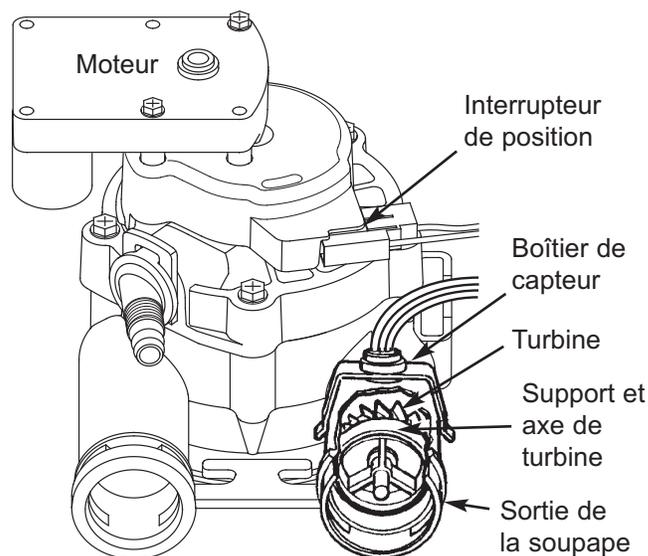

FIG. 43
**FONCTIONNEMENT DE LA TURBINE :** S'il n'y a pas d'eau qui s'écoule de l'adoucisseur, l'indicateur de la turbine affiche trois zéros. Lorsque l'eau s'écoule, un décompte de 000 à 199 s'affiche de façon répétitive pour chaque gallon (3,8 litres) d'eau traversant la turbine. Pour vérifier le fonctionnement positif de la turbine lorsque des zéros sont affichés, ouvrez un robinet d'eau adoucie à proximité et observez le décompte de la turbine. Si l'affichage n'indique pas de valeur lorsqu'un robinet est ouvert, sortez le capteur de l'orifice de sortie de la soupape (voir figure 43). Faites passer un petit aimant devant le capteur. Vous devriez obtenir une lecture sur l'affichage. Si une valeur est indiquée, débranchez la plomberie d'arrivée et de sortie et vérifiez que la turbine n'est pas grippée.